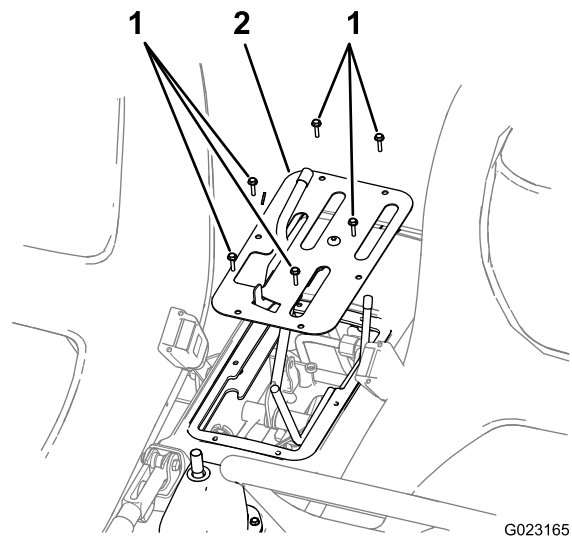

Bild 7
4. Entfernen Sie die sechs Schrauben, mit denen die Außenkante der Abdeckplatte des mittleren Armaturenbretts am Chassis befestigt ist, und nehmen Sie die Abdeckplatte ab (**Bild 7**).